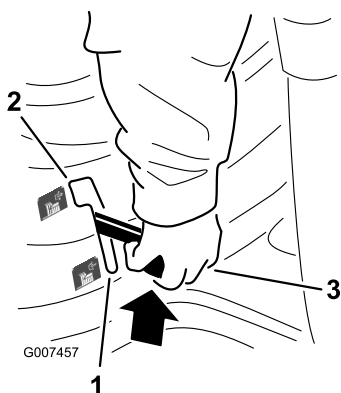

Figura 9
4. Spostate la leva del comando della lama (PDF) nella posizione di disinserimento (Figura 9).